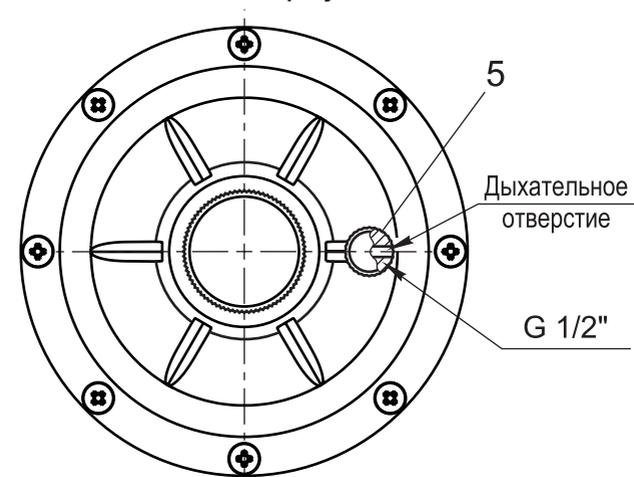

Рис. 4
4.2.12 В заглушке дыхательного отверстия 5 (см. рис. 4) выполнено отверстие малого диаметра. Для нормальной работы регулятора необходимо следить, чтобы отверстие оставалось открытым. Запрещается закрывать дыхательное отверстие. При необходимости возможно присоединение выводящего трубопровода к резьбовому отверстию, за-